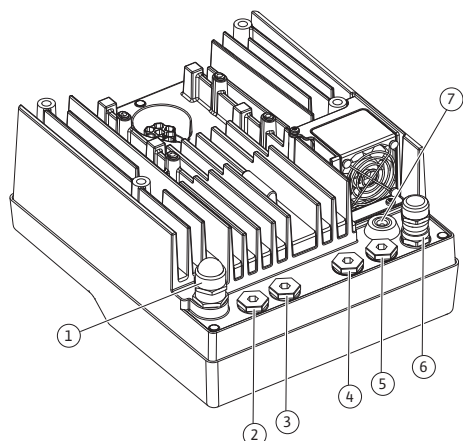

Fig. 19: Navojni priključci kabla/kablovski uvodnici
4. Priključni kabl treba sprovesti kroz navojni priključak kabla M25 (Fig. 19, poz. 1). Navojni priključak kabla zategnuti zadatim obrtnim momentom.